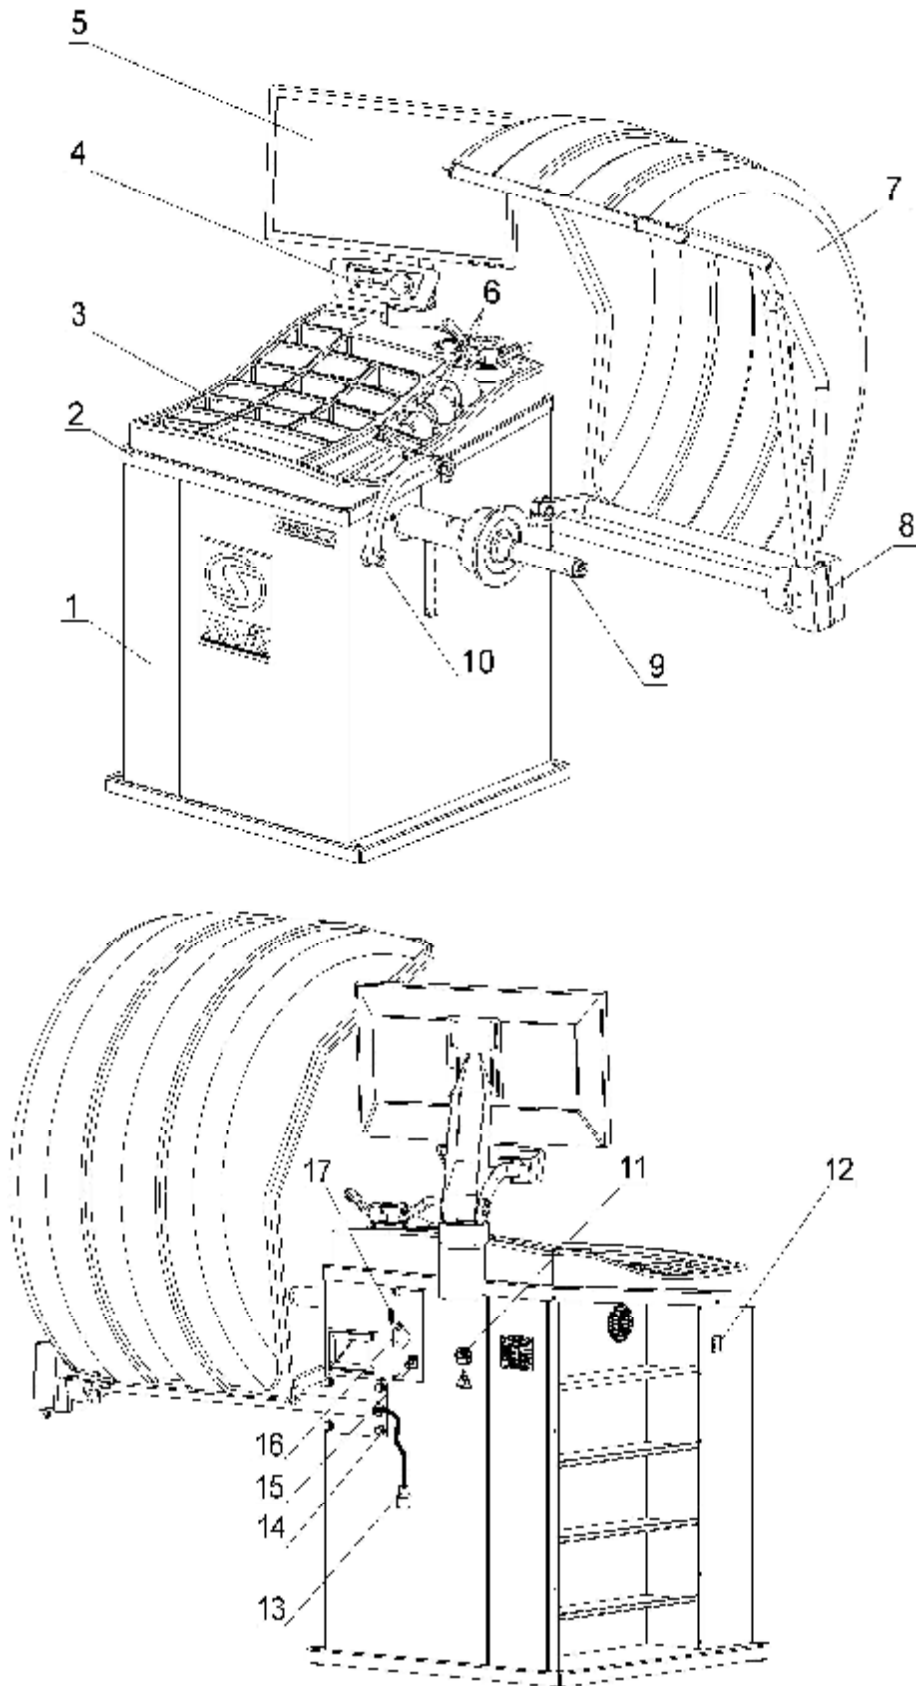

Рисунок 4.1
4.2.6 Закрепить вторую линейку 8 на корпусе с помощью 4-х болтов с шайбами 14 и подключить вилку линейки 13 к гнезду 15 (рисунок 4.1).
4.2.9 Подключить сетевой шнур к гнезду станка, расположенному на задней панели корпуса станка (рисунок 4.1), и к питающей сети, оборудованной розеткой с контактом заземления.